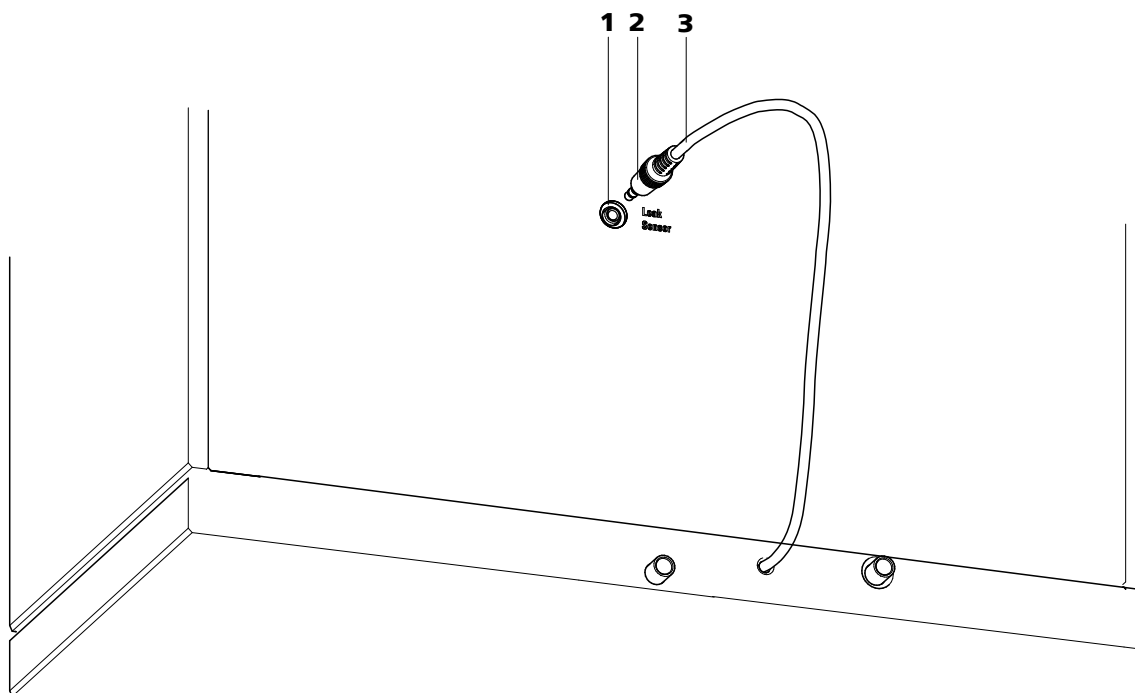

Abbildung 8 Anschluss des Lecksensors an der Geräterückseite
- 1 Lecksensor-Anschlussstecker (8-2) in die Lecksensor-Anschlussbuchse (8-1) auf der Geräterückseite (siehe Abbildung 8, Seite 25) einstecken.